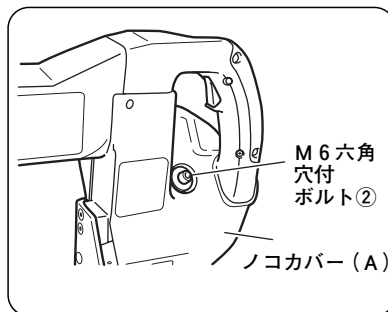

図 14
- (2) M 6 六角穴付ボルト②を軽くゆるめます。(図 14)